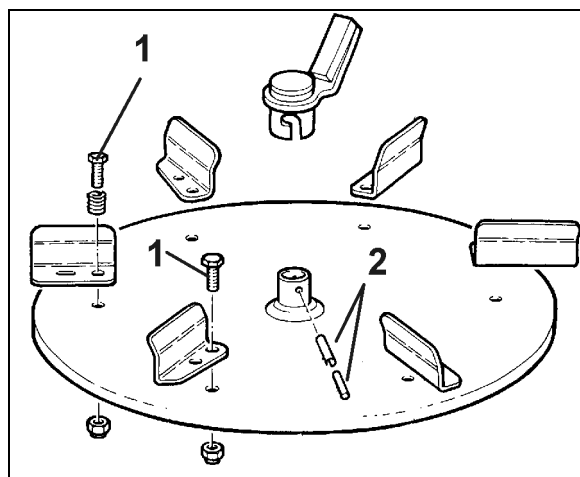

Fig. 26
2. Skruerne (Fig. 26/1) fjernes og spredeskivlene udskiftes
1. Rørstiften (Fig. 26/2) tages ud af omrørehovedet.